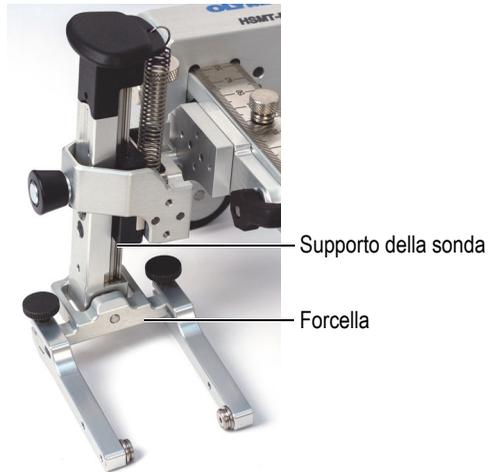

Figura 2-3 Forcella perpendicolare al supporto della sonda.
4. Installare lo scanner sulla superficie da ispezionare. Le forcelle devono essere perpendicolari al supporto della sonda per assicurare una lettura precisa (Figura 2-3 a pagina 39).